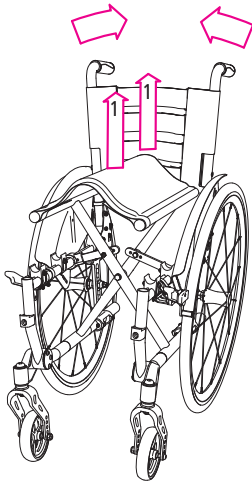

Abb.29
4. Anschließend ziehen Sie an der Sitzfläche den Bezug mittig nach oben (1, Abb. 29). Der Rollstuhl faltet sich dann selbstständig zusammen.